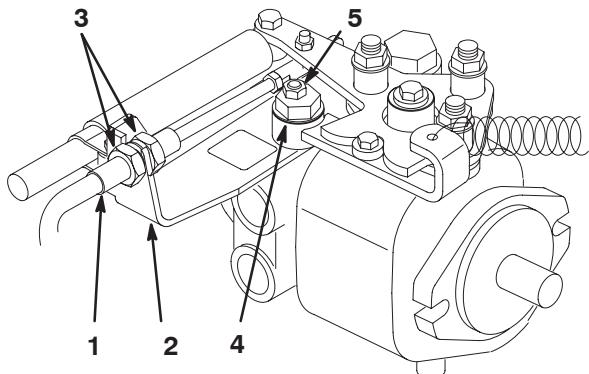

Figure 52
- A. Desserrez les écrous de blocage qui fixent le câble de commande de transmission à la cloison sur l'hydrostat (Fig. 52). Vérifiez que les écrous de blocage sont desserrés uniformément et suffisamment pour permettre le réglage.
- B. Desserrez l'écrou de fixation de l'excentrique en haut de l'hydrostat (Fig. 52).
- D. Tournez l'excentrique jusqu'à ce que la roue ne tourne plus dans aucune direction. Lorsque la roue arrête de tourner, serrez l'écrou pour bloquer l'excentrique et le réglage (Fig. 52). Vérifiez le réglage avec la commande d'accélérateur en position de ralenti, puis de régime maximum.
- E. De part et d'autre de la cloison, serrez les contre-écrous **uniformément** pour fixer le câble de transmission à la cloison (Fig. 52). Ne tordez pas le câble.